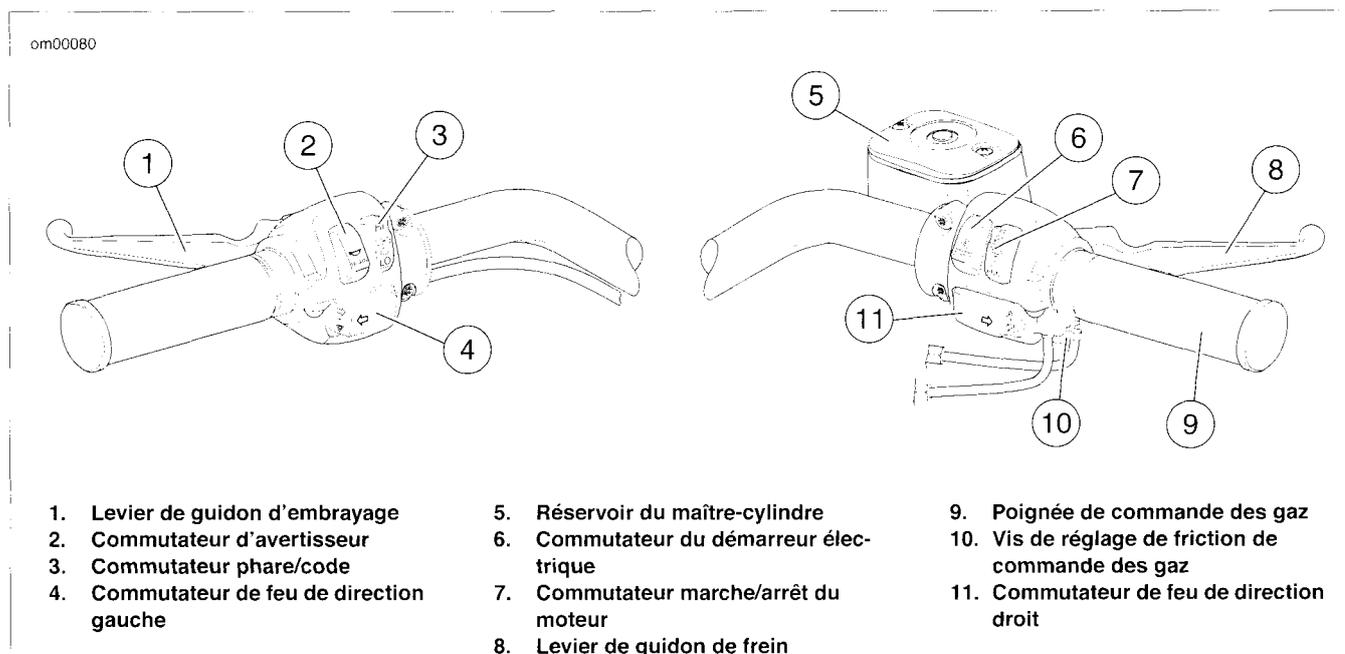

Figure 5. Commandes de guidon
Voir la Figure 5. Le commutateur du démarreur électrique se trouve sur les commandes de droite du guidon. Consulter la section FONCTIONNEMENT, Démarrage du moteur pour les procédures de fonctionnement détaillées.
Voir la Figure 5. Le commutateur marche/arrêt du moteur (7) met l'allumage en MARCHE ou à l'ARRÊT. Le commutateur marche/arrêt du moteur se trouve sur la commande de droite du guidon. Appuyer sur la partie supérieure du commutateur marche/arrêt du moteur pour couper l'allumage et arrêter le moteur. Appuyer sur la partie inférieure du commutateur marche/arrêt du moteur pour mettre l'allumage en marche.
Voir la Figure 5. La poignée de commande des gaz (9) est située sur la commande de droite du guidon et actionnée avec la main droite.
Voir la Figure 5. Chaque commande de guidon contient un commutateur de feu de direction.